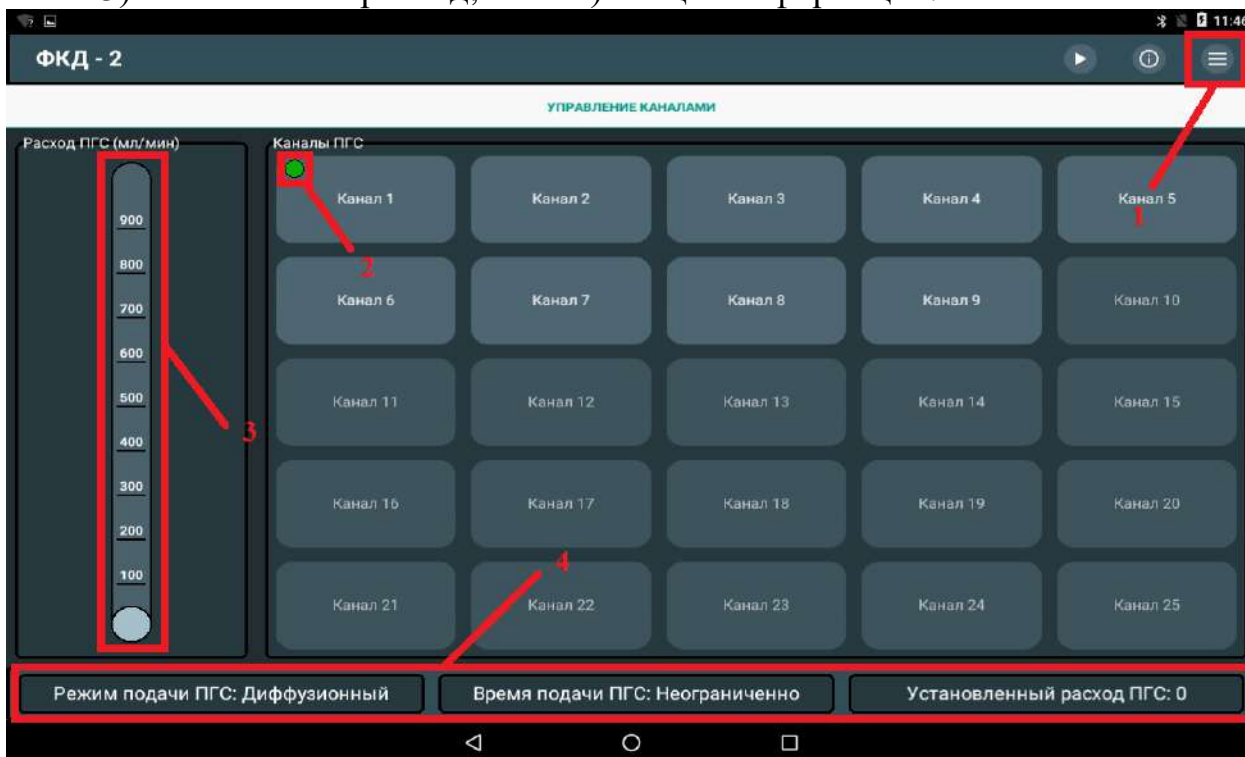

Рисунок 7.2.3 Управление каналами
7.3.7 В открывшейся вкладке «Управление каналами» отобразятся кнопки с нумерацией клапанов, соответствующей номерам клапанов на задней панели стенда (Рисунок 7.2.3).
7.3.14 Нажать на кнопку «Открытие боковой панели» (Рисунок 7.2.3 пункт 1).